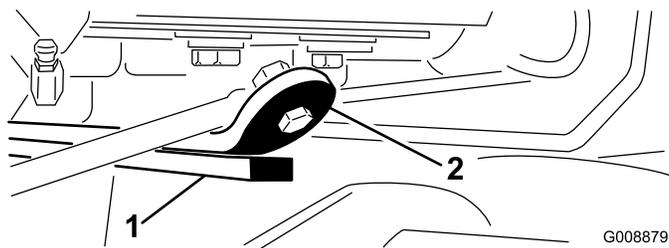

図 28
3. エンジンを始動し、昇降アームを上昇させて、後カッティングユニット上部にあるウェアバーとバンパーストラップとの間のすき間が、0.51-2.54 mm になっていることを確認する 図 28。